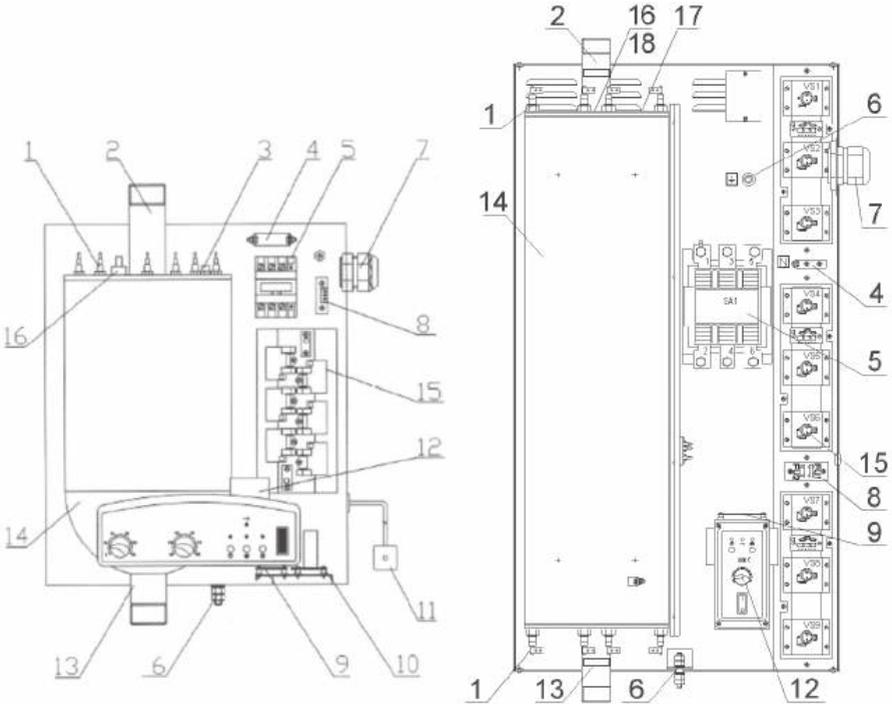

Рис. 1. Устройство электродогревателя:
5.1. Отопитель состоит из следующих основных частей: теплообменника (бака), элементов коммутации и электронных блоков (питания, управления коммутацией ТЭНов, измерения температуры теплоносителя и воздуха), (рис. 1).